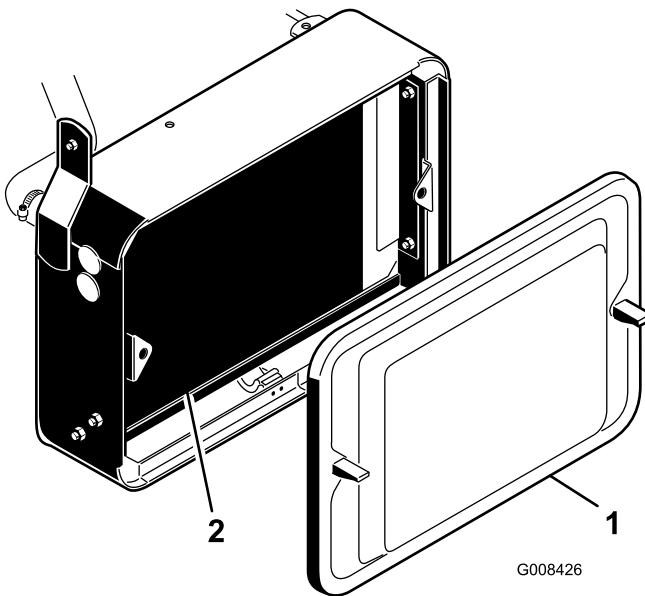

Рисунок 45
- Снимите решетку радиатора (Рисунок 45).